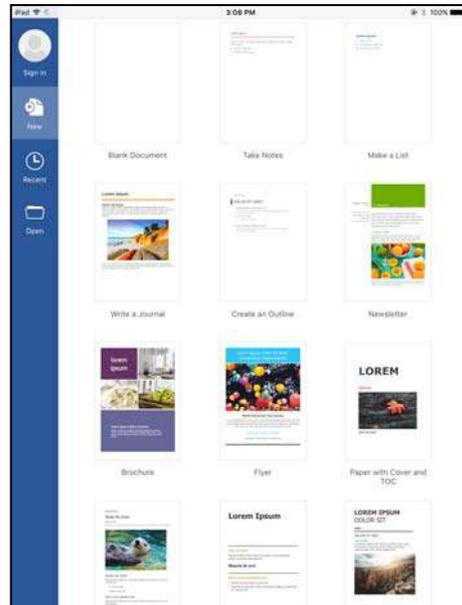

Figura 38
2.2 Abra el documento a ser impreso (Figura 38).